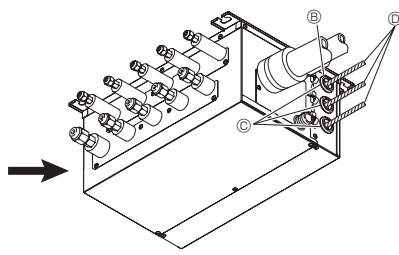

Fig. 9-2
3. Voer de kabels in in de aftakdoos. (Fig. 9-2)
7. Indien de aftakdoos buiten is geplaatst, dienen de kabelinvoeren met kit te worden afgedicht om het binnendringen van regenwater te voorkomen. (Fig. 9-2)